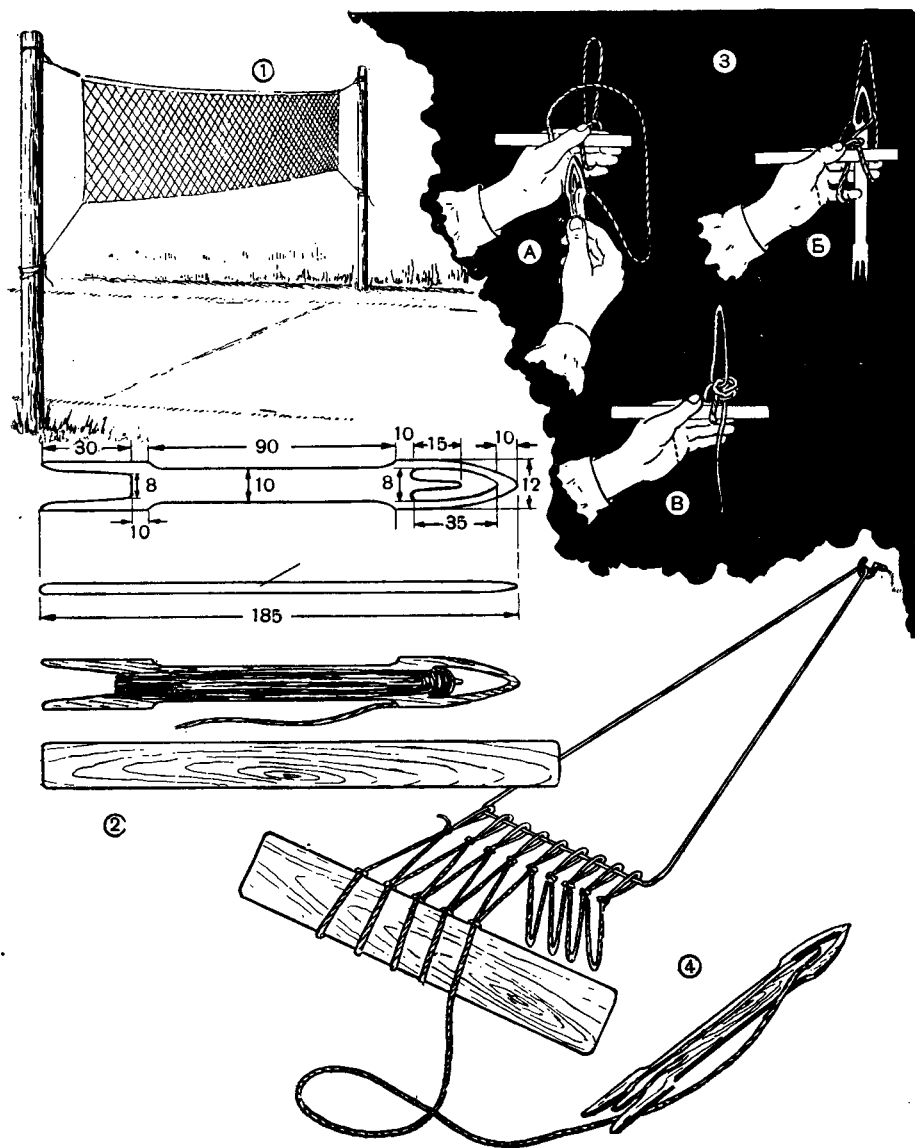

Рис. 174. Плетение волейбольной сетки:
Волсйбольшая сетка (рис. 174(1) выполняется при помощи челнока и шаблонки. На челнок наматываются нитки, а шаблонка служит для правильного и равномерного образования петель. Челноки и шаблонки сделайте сами из дерева или фанеры (рис. 174(2); размеры указаны в миллиметрах. Шаблонки делают круглой или плоской формы. Они должны быть хорошо отшлифованы, то-есть протерты стеклом и наждачной бумагой. Размер шаблонок делается по размеру петель.
Волсйбольшая сетка плетется так. Из прочной толстой нити или веревочки делается большая основная петля, которая является основанием для начала плетения (рис. 174(3). Петля прикрепляется к гвоздю, к тесьме, привязанной к стулу или столу, и т. д. К петле привязывается нитка от челнока. В левую руку берут шаблонку, в правую — челнок, мыском вверх. Нитку от петли располагают над шаблонкой, обводят вокруг трех пальцев (безымянного, среднего и указательного), закидывают влево, придерживая большим пальцем левой руки, и откидывают вниз (рис. А). Провязывают петлю так: челнок продевают концом под нитку, лежащую на безымянном пальце, и под шаблонку. Затем челнок проводят перед ниткой на указательном пальце и продевают в петлю так, чтобы нитка от челнока была под носиком челнока (рис. Б). Нитку от челнока придерживают мизинцем, на котором потом из нитки образуется петля и который регулирует натяжение нити и размеры петли. Челнок протаскивается через петлю вверх, нить освобождается из-под большого пальца (натяжение нити регулируется мизинцем), спускается с пальцев и притягивается к шаблонке (рис. В).
Следующие петли делают так же, как основную. Количество петель определяется размером изделия. Провязанное количество петель по размеру сетки называется рядом. Чтобы перейти к провязыванию петель следующего ряда, выньте шаблонку, поверните работу и провязывайте петли в каждую петлю предыдущего ряда (рис. 174(4). Когда сетка достигнет необходимого размера, в петли с двух сторон сетки продевается веревка, концы которой закрепляются на столбах.